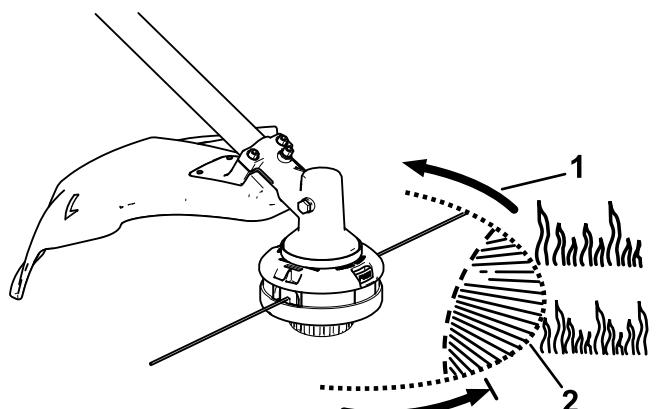

**Figure 14**
La débroussailleuse est réglée à l'usine pour offrir une largeur de coupe de 33 cm (13 po), comme montré en A de la Figure 14. Reportez-vous aux instructions suivantes pour régler la largeur de coupe à 38 cm (15 po), comme montré en D de la Figure 14.
1. Déposez l'équerre de réglage au fond du déflecteur en retirant les 2 vis de fixation (B de la Figure 14) et tournez l'équerre de 180°.
2. Remettez ensuite les 2 vis retirées précédemment (C de la Figure 14).